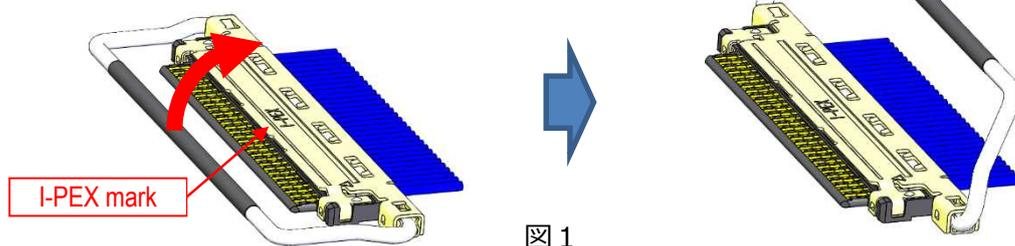

図 1
- ① 図 1 の様に、Pull bar をプラグコネクタの I-PEX マーク側に回転させる。